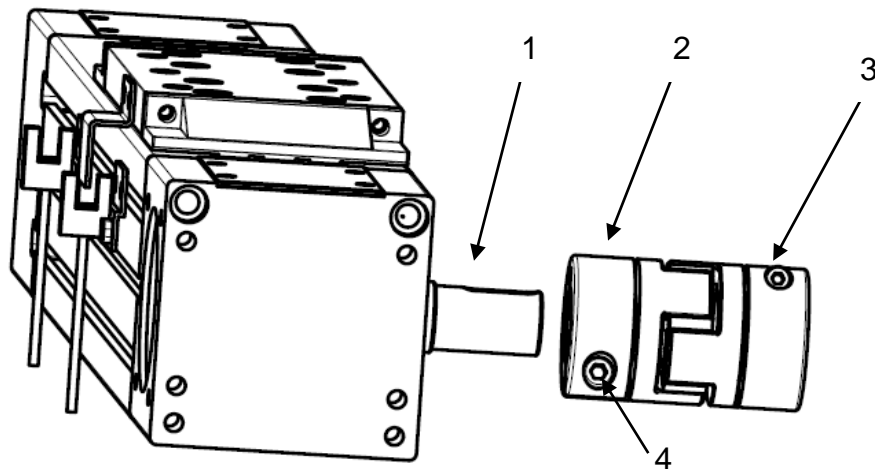

Рисунок 3 – Установка муфты.
1) установить муфту (поз. 2) на вал модуля (поз. 1) (см. рисунок 3). Закрепить муфту с помощью винта (поз. 4) со стороны вала линейного модуля;